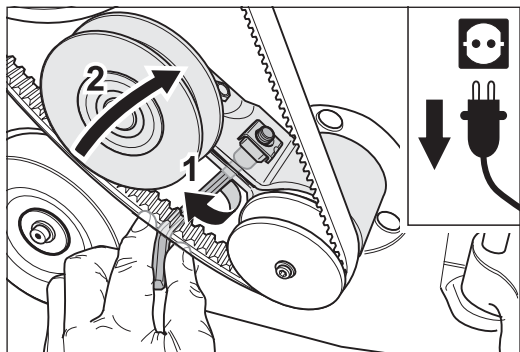

Abb. 60 Die Klemmschraube des Riemenstellers lösen (1) und den Keilriemen entspannen (2). **Abbildung ähnlich.**
- 6 Lösen Sie die Klemmschraube des Riemenstellers für den Keilriemen des Ventilators (Abb. 60, 1).
- 7 Drehen Sie den Riemensteller nach rechts (Abb. 60, 2). Dadurch wird der Keilriemen entspannt.